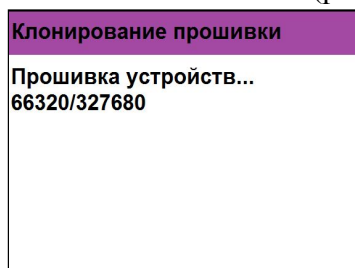

Рисунок 26 - Процесс клонирования программного обеспечения на ППК
2.3.8. После запуска процесса будет отображаться количество переданных пакетов/общее количество пакетов (рисунок 26).